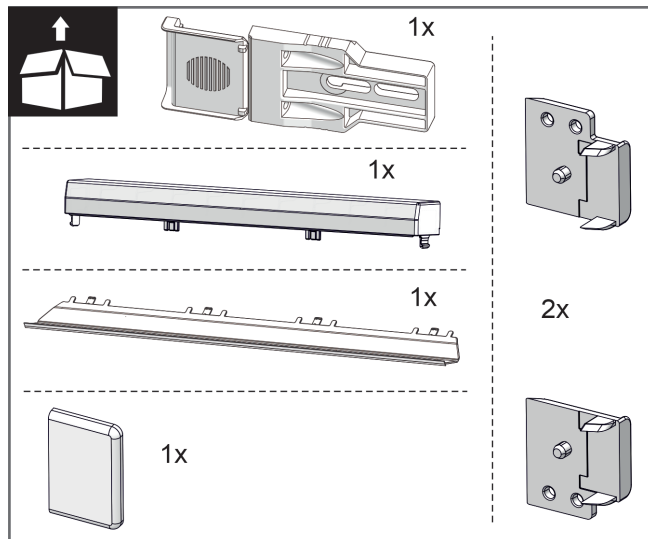
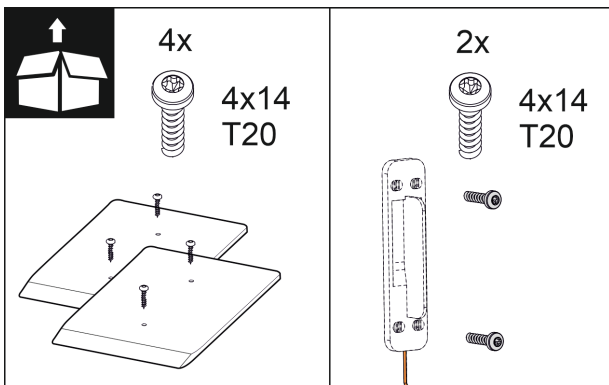

Fig. 10
Fig. 16
2. Ellenőrizze a szerelőkészletet a tartozékcsomagban. *Fig. 10 () - Fig. 16 ()*
Szerelőkészlet a tartozékcsomagban *Fig. 10 () - Fig. 16 ()*